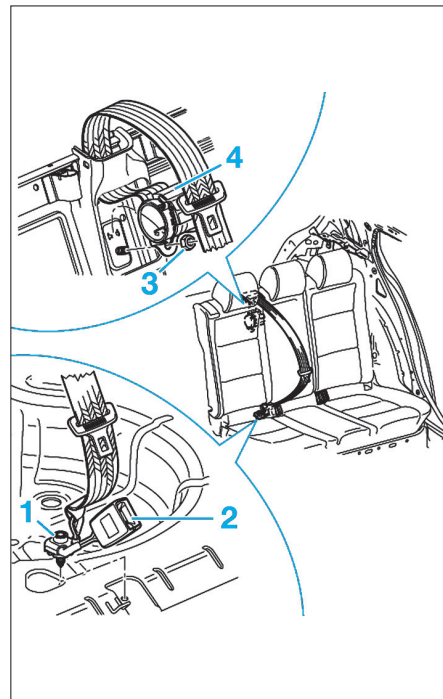

Fig. 18
- Dévisser la vis de fixation (1) du boîtier de déverrouillage (2) de la ceinture de sécurité (Fig.18).
- Déposer la vis (3) de fixation du prétensionneur (4).